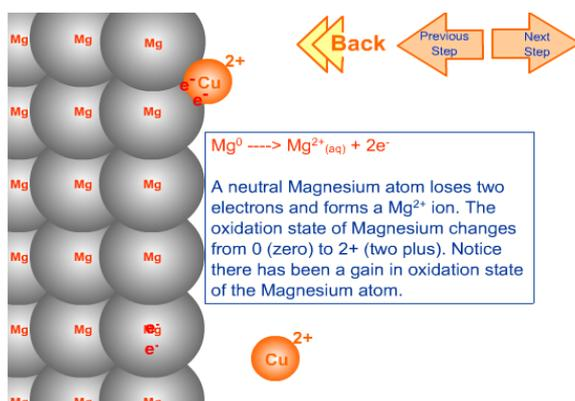

Figura 6 – (C) Reação: Mg e  $\text{Cu}(\text{NO}_3)_2$ .
**Tradução Figura 6:** Um átomo neutro de Mg perde dois elétrons e forma um íon  $\text{Mg}^{2+}$ . A mudança do estado de oxidação do magnésio ocorre entre 0 (zero) e 2+ (dois mais). Observe a mudança de oxidação do átomo de magnésio.